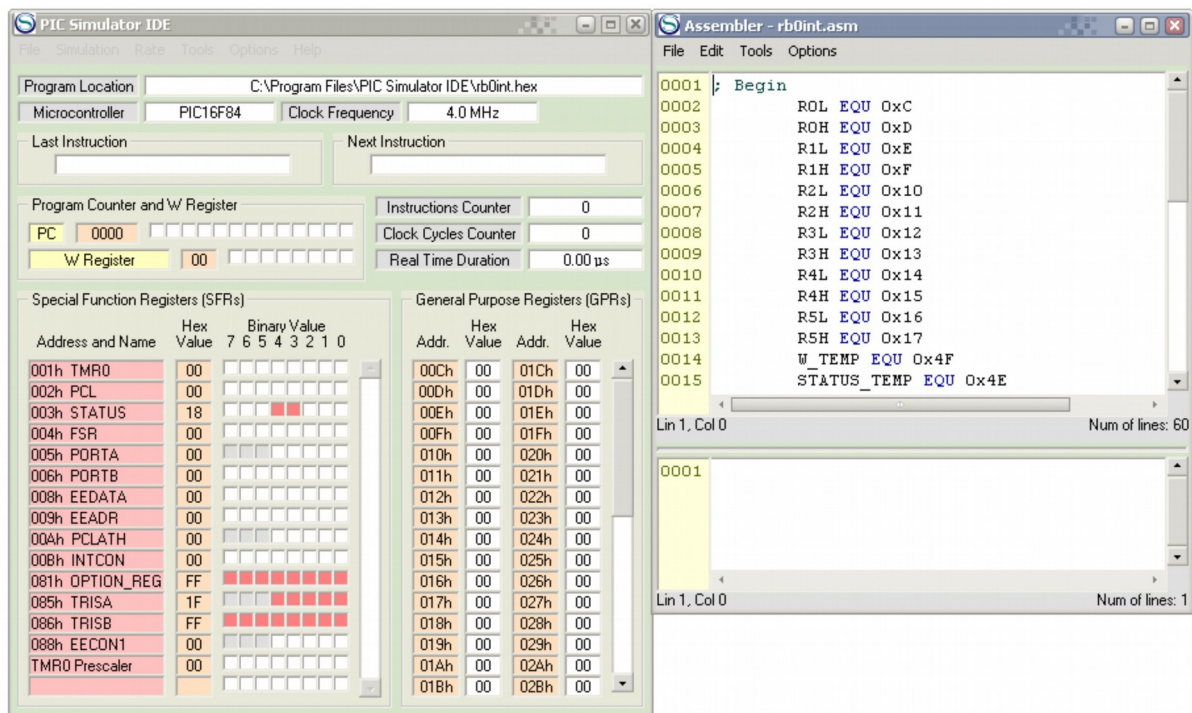

Рис. 4 Завантаження файлу rb0int.asm
3. Після вибору і завантаження файлу (наприклад. rb0int.asm), його текст з'явиться в верхній половині вікна Assembler (рис. 4).